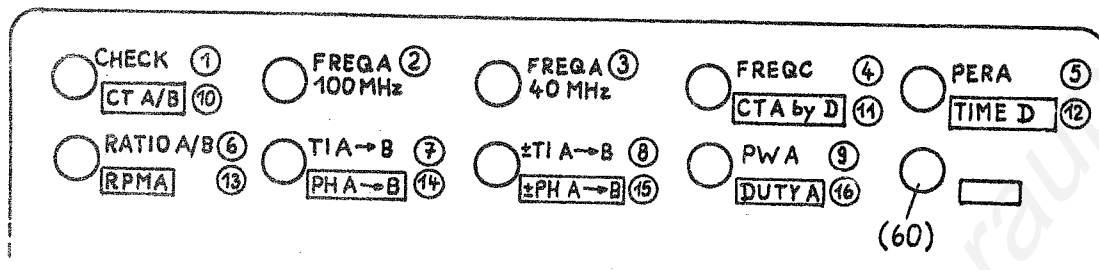

Bild 9: Anzeige der Betriebsart
Bei Betaetigung von Taste FUNCTION \triangleright (49) schaltet die Betriebsart einen Schritt weiter, und zwar in aufsteigender Richtung der in Bild 9 fuer jede Betriebsart eingetragenen Ziffern.